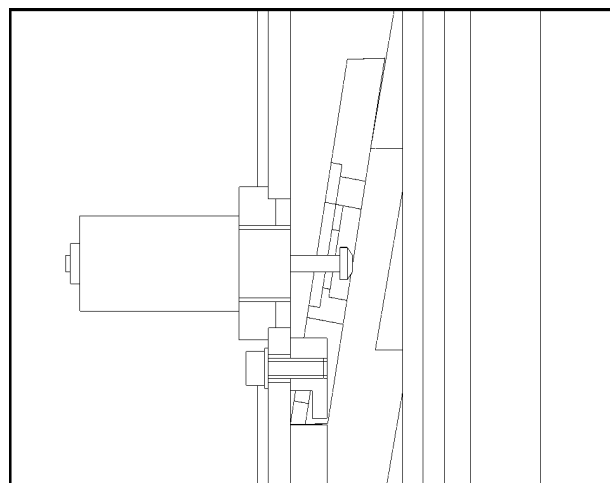

Fig. 28
- ◆ Installera säkerhetsanordningarna, inklusive elektromagneten, den automatiska låsplattan och hakeplattan, inuti båda kolumnerna. (Fig. 28) Det första steget bör vara att installera säkerhetsanordningarna under båda pelarna.
- ♦ Montera skruven enligt *fig. 28*.